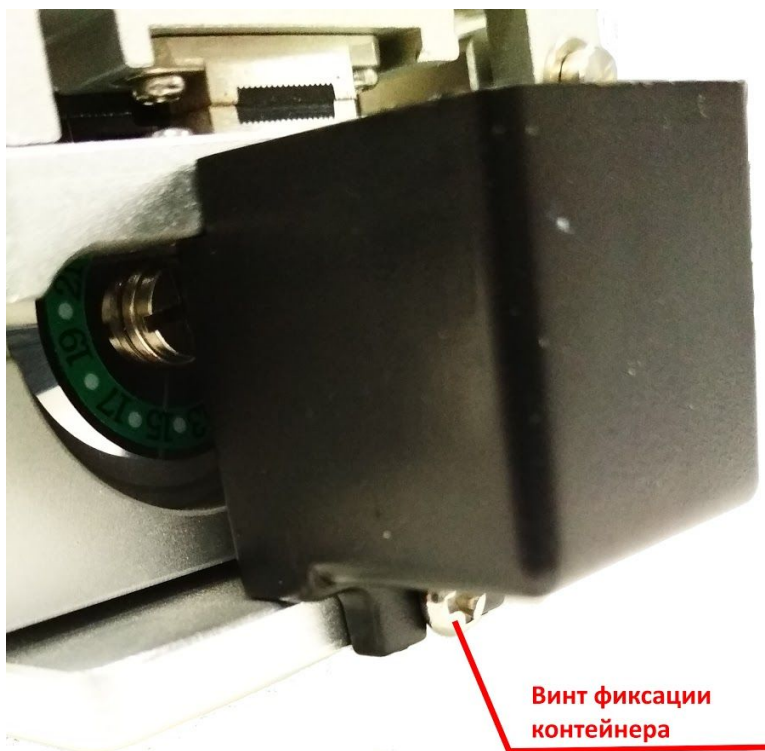

Рисунок 3 - контейнер для сбора осколков
- Открутите винт фиксации и отсоедините контейнер, рисунок 3;